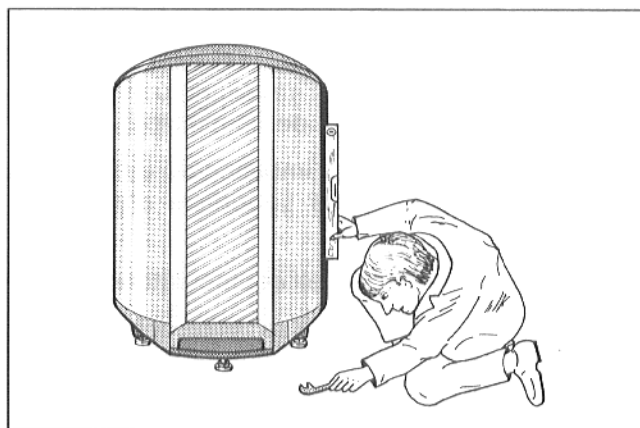

Fig. 6
- Mettere a livello l'accumulatore-produttore di acqua calda sanitaria regolando le viti per la messa in posa di cui sono muniti i piedi (Fig. 6).